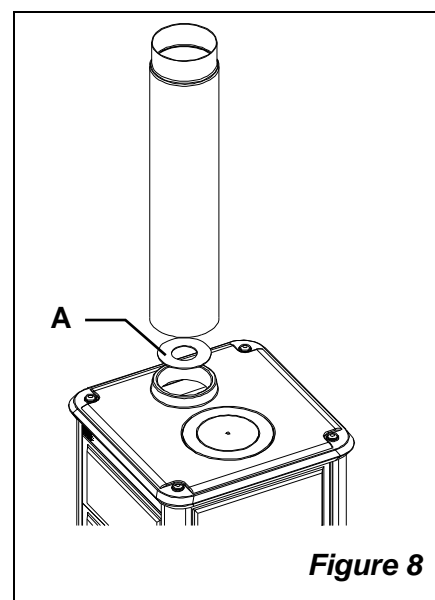

Figure 8
**IMPORTANT:** pour améliorer le rendement du poêle mod. DORELLA L8 il est possible de commander la partie circulaire pour raccordement comme indiqué dans la Figure 8 pos. A.